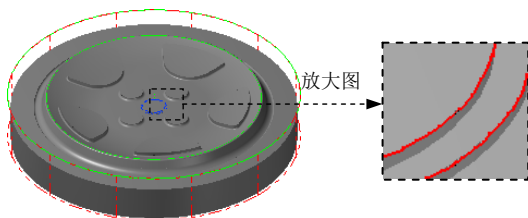

图 15.51 创建其余边界
(3) 单击 按钮完成所有边界的创建。
Step2. 参照上一步创建其余的边界，结果如图 15.51 所示。